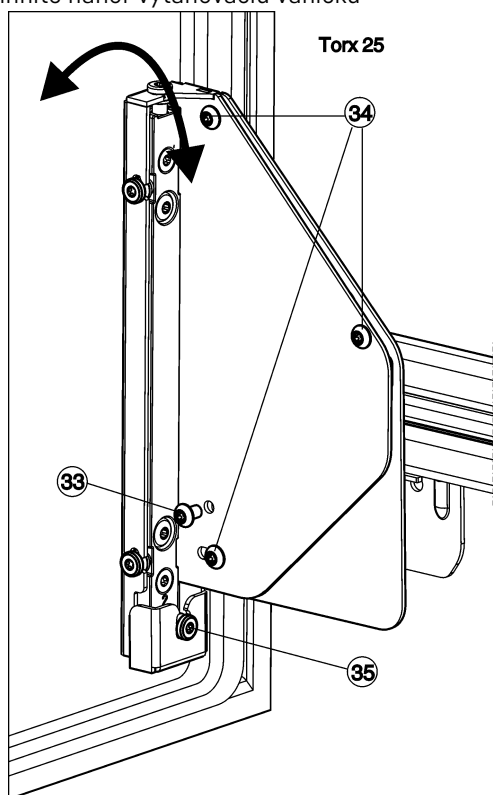

Fig. 26
- Úplne vyskrutkujte skrutku Fig. 26 (33).
- ▷ Skrutku Fig. 26 (33) odstráňte, keď už nie je potrebná.
- Uvoľnite skrutky Fig. 26 (34) 1 až 2 otočeniami.
- Otočte regulačnú skrutku Fig. 26 (35). V smere hodinových ručičiek: dvere hore sa odklonia od korpusu zariadenia. Proti smeru hodinových ručičiek: dvere hore sa naklonia k zariadeniu a dole sa odklonia od korpusu zariadenia.
- Znovu pevne dotiahnite skrutky Fig. 26 (34) po ukončení prestavovania sklonu.